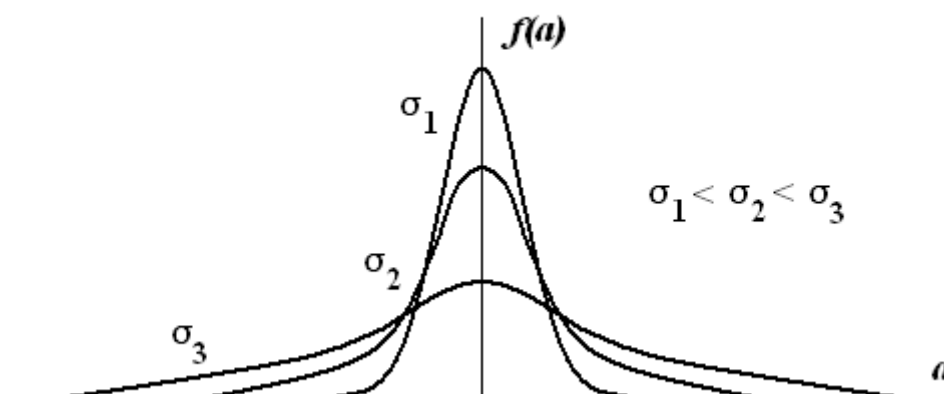

Рис. 1.
На рис. 1 изображены графики функции Гаусса (2) при различных значениях  $\sigma$ .
Из рис. 1 и формулы (3) видно, что дисперсия характеризует случайный разброс данного ряда измерений относительно истинного значения. При ограниченном числе наблюдений приближенной оценкой дисперсии может